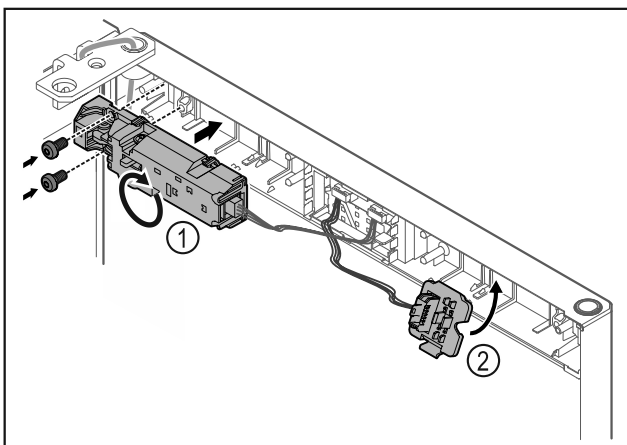

Fig. 18
- ▶ Pasukite nuotolinį užraktą Fig. 18 (1) 180° ir pritvirtinkite priešingoje pusėje.
- ▶ Užfiksuo­kite kištuko laikiklį Fig. 18 (2) priešingoje pusėje.